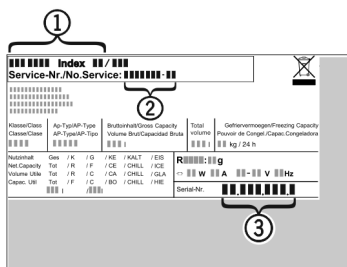

Fig. 7
- ▶ Leggere la denominazione dell'apparecchio Fig. 7 (1), il n° assistenza Fig. 7 (2) e il n° di serie Fig. 7 (3) sulla targhetta identificativa. La targhetta identificativa è situata all'interno dell'apparecchio, sul lato sinistro.
- ▶ Informare il servizio di assistenza e comunicare il difetto, la denominazione dell'apparecchio Fig. 7 (1), il n° assistenza Fig. 7 (2) e il n° di serie Fig. 7 (3) .